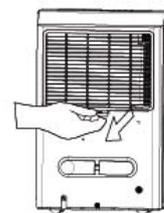

Fig. 14
- Pour extraire le filtre, tirez-le (Fig. 14).